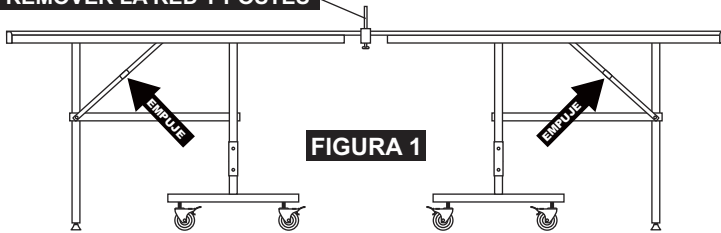

FIGURA 1
1. Remueva la Red y los Postes de la mesa, vea la FIGURA 1.